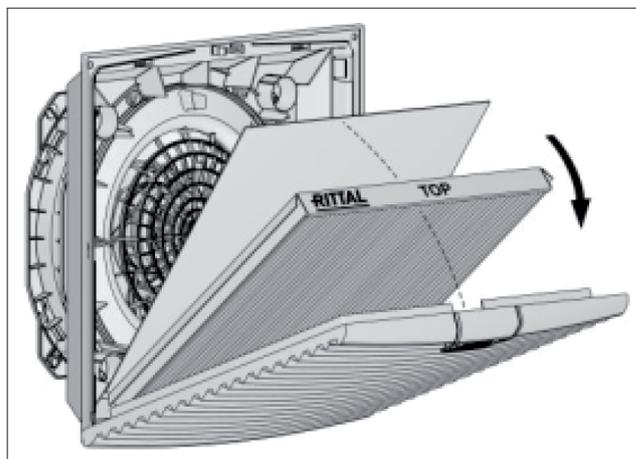

Fig. 9 : insérer le filtre plissé IP55
- Uniquement pour IP55 : pour les filtres plissés IP55, placer le filtre absorbant non tissé fourni sur le filtre plissé déjà inséré (voir fig. 9). Le sens d'insertion du filtre absorbant est n'a pas d'importance.